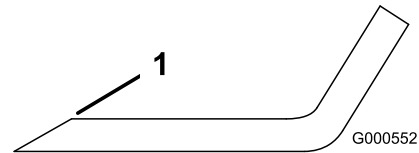
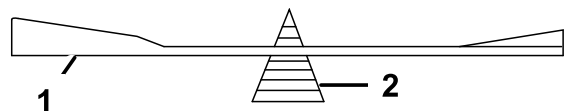

Figure 48
Figure 49
1. Au moyen d'une lime, aiguisez les tranchants aux deux extrémités de la lame (Figure 48) en veillant à conserver l'angle de coupe d'origine. Limez la même quantité de métal sur chacun des deux tranchants pour ne pas déséquilibrer la lame.
2. Vérifiez l'équilibre de la lame en la plaçant sur un équilibreur (Figure 49). Si la lame reste horizontale, elle est équilibrée et peut être utilisée. Si la lame est déséquilibrée, limez un peu l'extrémité de la partie incurvée seulement (Figure 48). Répétez la procédure jusqu'à ce que la lame soit équilibrée.